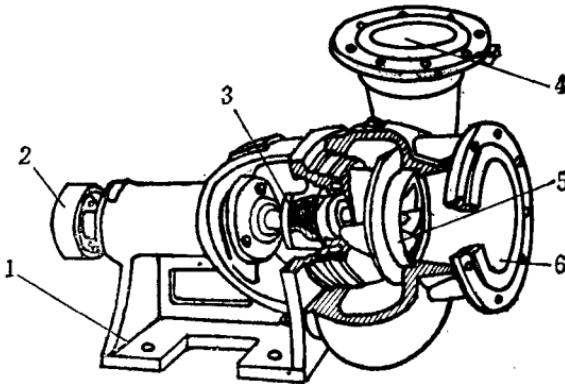

图 3-1 离心水泵构造
1. 离心水泵 离心水泵是由叶轮、泵壳、泵盖、泵轴、填料、轴承、托架等部分组成(图3-1)，主要工作部件是叶轮。工作时，由电动机或柴油机带动泵轴转动，固定在泵轴上的